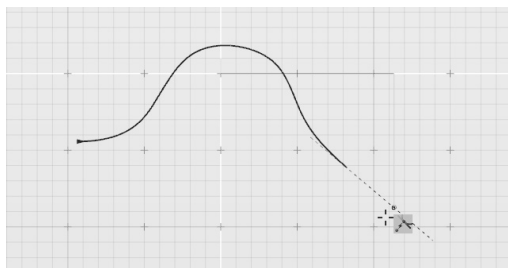

图 2-42 捕捉相切
- 捕捉相切工具 ：该工具可捕捉到曲线的切线方向，如图 2-42 所示。